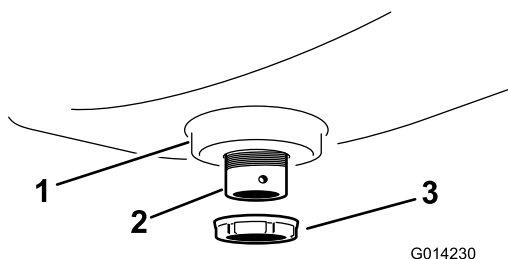

图8
2. 用塑料凸缘螺母 (图8) 将隔板接头固定在冲洗水箱上。